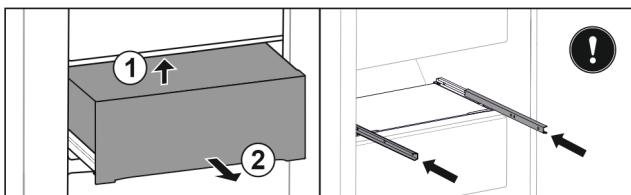

*Fig. 98*
- Підняти висувний ящик спереду. *Fig. 98 (1)*
- Вийняти висувний ящик рухом вперед. *Fig. 98 (2)*